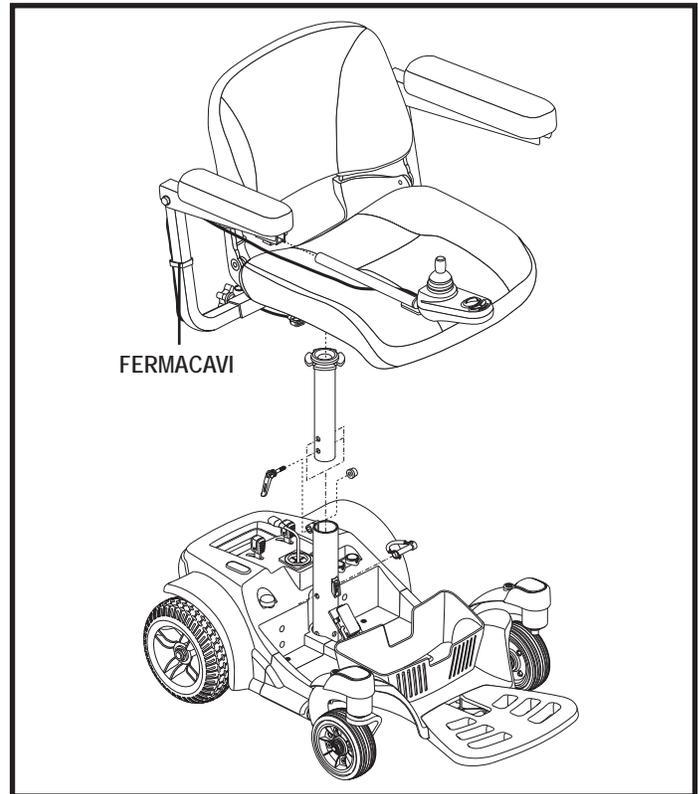

Figura 5. Installazione del sedile
2. Inserire il sedile nel pistone del sedile. **Vedere figura 5.**